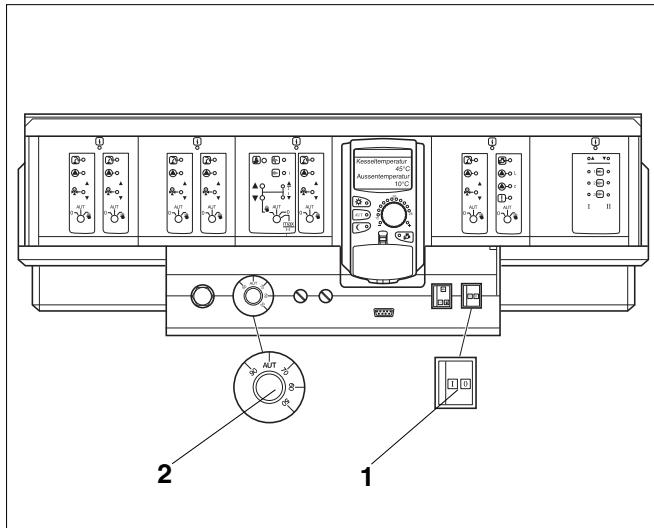

Рис. 29 Система управления Logamatic 4000
- Переведите пусковой выключатель (Рис. 29, **поз. 1**) в положение "I" (ВКЛ), на установке с двумя котлами – на двух системах управления.
Установите регулятор температуры котловой воды (Рис. 29, **поз. 2**) в положение "AUT". При работе с постоянной температурой установите регулятор на нужную температуру (минимум 65 °C).
Установите регулятор температуры котловой воды (Рис. 29, **поз. 2**) в положение "AUT".
Установите регулятор температуры котловой воды (Рис. 29, **поз. 2**) одного котла на нужную температуру (минимум 70 °C). Таким образом определяется котел 1 (ведущий).